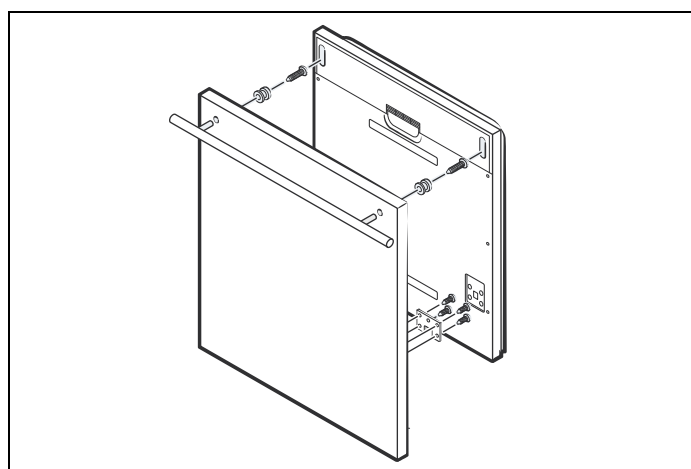

Fig. 16
- 2) Fixez le crochet sur le panneau de porte personnalisé et insérez-le dans la fente de la porte extérieure du lave-vaisselle (Fig. 16).